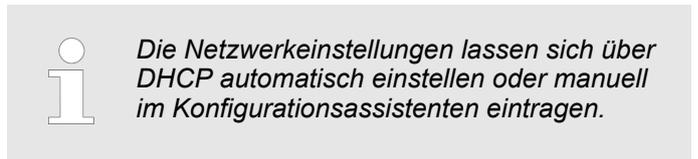

Abb. 48: Fenster "BlueNet 2 Web UI"
- 3. ➤ *In diesem Fenster werden die Seriennummer der PDU, die IP-Adresse und die MAC-Adresse angezeigt. Im Auswahlnenü lässt sich der Konfigurationsassistent starten (Abb. 48/A) oder die Einrichtung überspringen (Abb. 48/B).*
Über die Schaltfläche „Einrichtungsassistent starten“ (Abb. 48/A) den Konfigurationsassistenten starten.